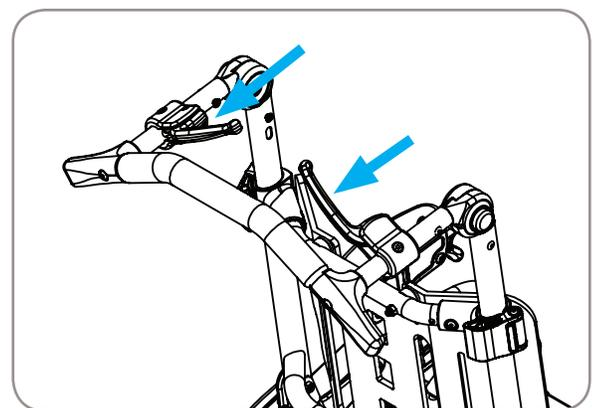

Figure 8
2. Tirez vers vous les leviers de gauche et de droite, consultez la figure 8.